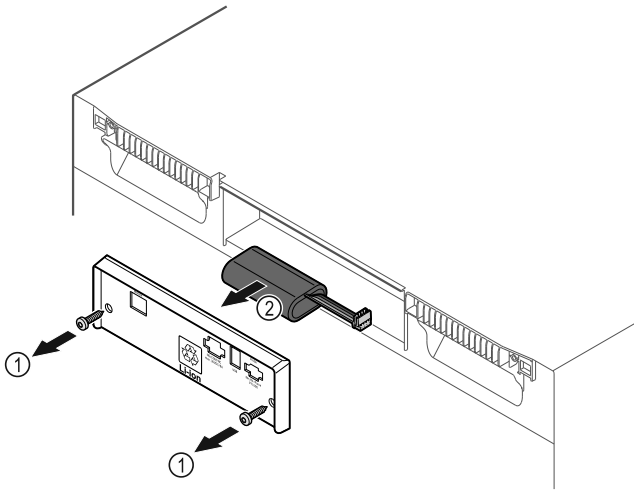

Fig. 185
- Irrota ruuvit ja poista kansi laitteen taustapuolelta Fig. 185 (1).
- Irrota paristo liittimistään ja poista paristo Fig. 185 (2).